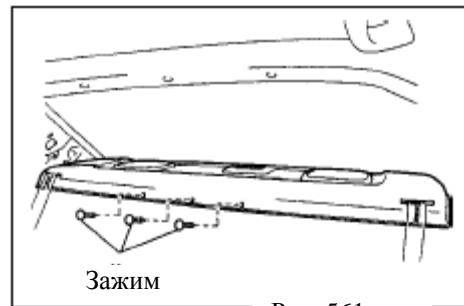

Рис. 561
- b. Снимите 3 зажима; (рис. 561)